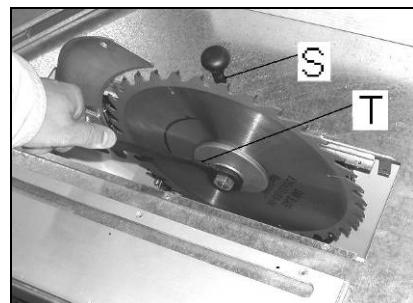

Fig 15
Desserrez l'écrou de serrage avec la clé livrée (T, Fig. 15). éviter la rotation de la lame avec la goupille livrée (S).